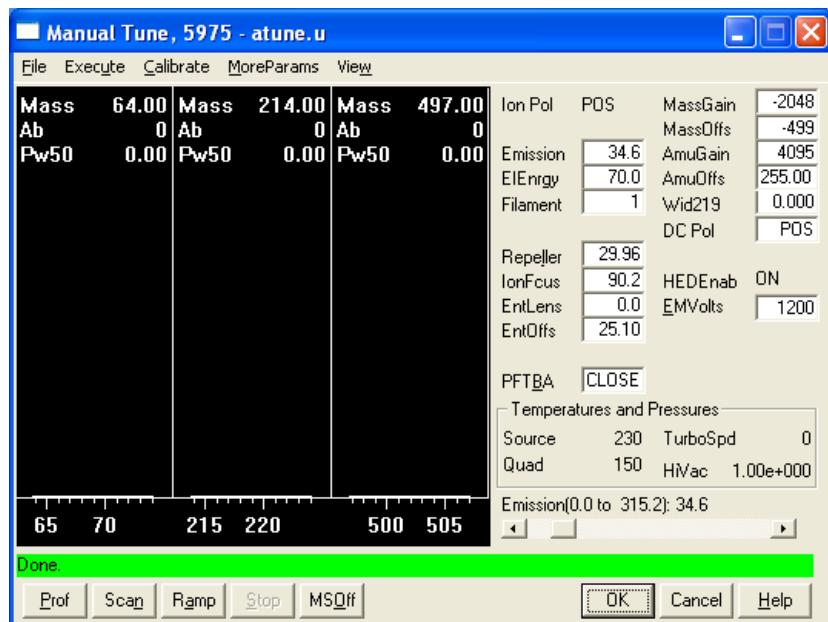

Abb. 13 Tune-Parameter
- 1 Wählen Sie in der Ansicht “Instrument Control” im Menü “Instrument” die Option **Edit Tune Parameters** aus (Abb. 13).